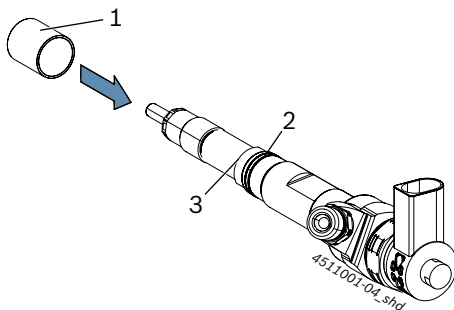

Abb. 4: Adapterhülse auf CRI schieben
3. Falls eine Adapterhülse benötigt wird, die entsprechende Adapterhülse (Abb. 4, Pos. 1) bis zum Anschlag (Abb. 4, Pos. 3) auf CRI schieben.
- In den folgenden Schritten darauf achten, dass die Adapterhülse am Anschlag (Abb. 4, Pos. 3) des CRI bleibt und nicht nach unten rutscht.